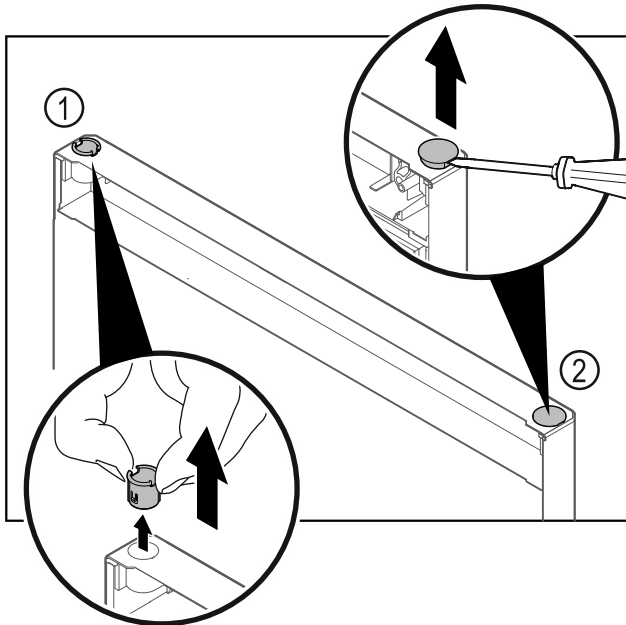

Fig. 22 Jääkaappiosan ovi
- Vedä saranaholkki Fig. 22 (1) sormin pois.
- Kohota suojanastaa Fig. 22 (2) varovasti uraruuvimeis-